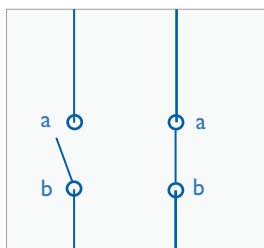

Figura 1. Interruttore semplice
- due contatti: 'a' e 'b' – vedi Figura 1.